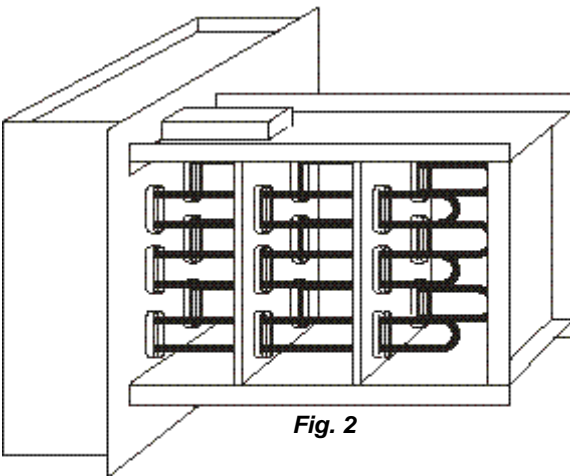

Fig. 2
- FT** Serpentin à brides avec éléments tubulaires (Fig. 2)